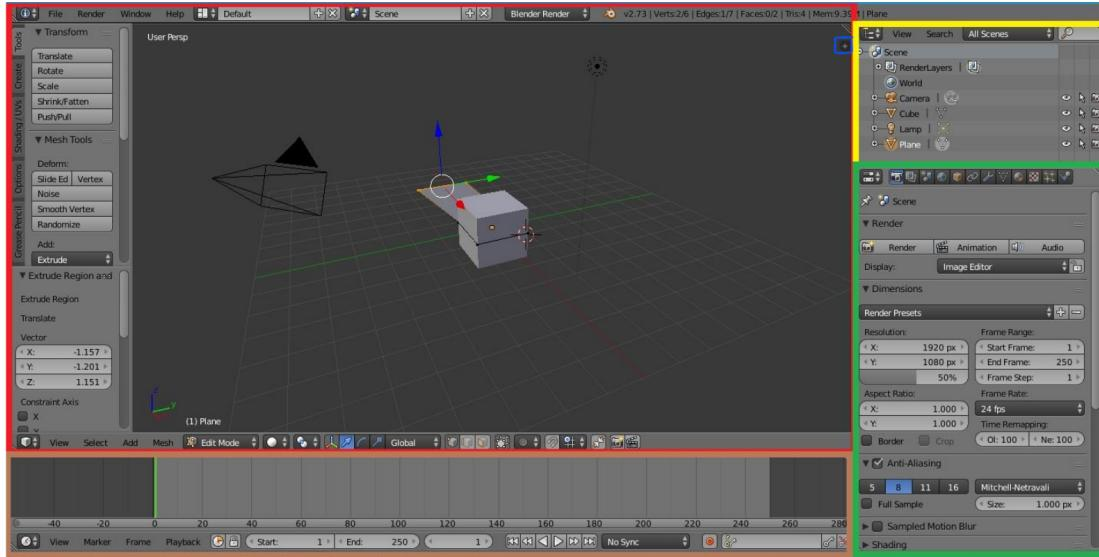

Figura 2.1: Interfaz de Blender.
La interfaz de usuario de Blender está compuesta por 4 ventanas por defecto como se pueden diferenciar en la imagen (*Figura 2.1*). Cada ventana tiene una cabecera con las
- Cámara: Al iniciar Blender, por defecto, aparecerá una cámara que estará en algún sitio por el centro de la ventana 3D y, probablemente, enfocando al cubo. En la figura 2.1 es esa especie de pirámide de vértices negros a la izquierda del cubo. A la hora de renderizar es necesaria una cámara.